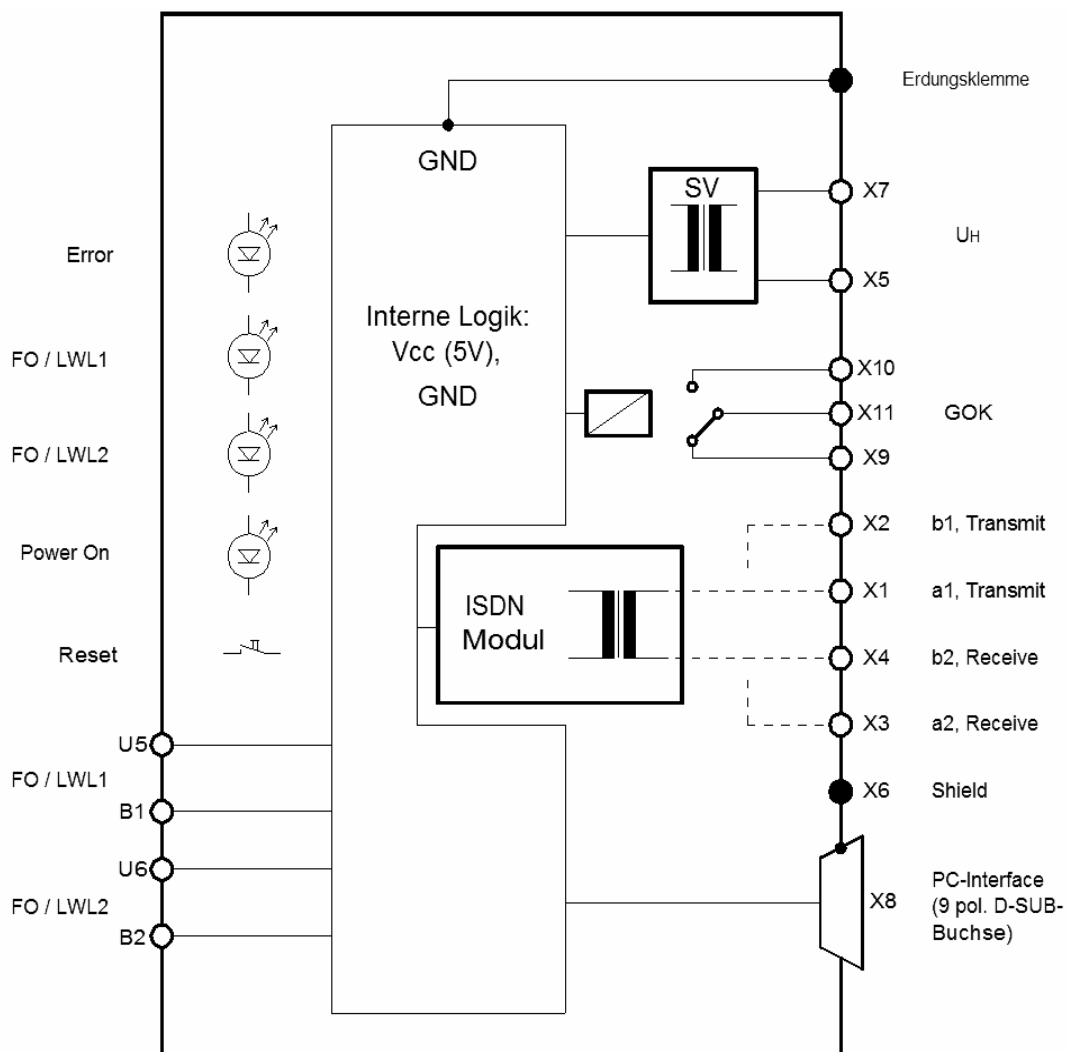

Bild 2 Hardware-Struktur des KU-S0's
- ❑  **$S_0$ -Bus:** Die Signale des  $S_0$ -Bus Schnittstelle sind auf die 5-polige Schraubklemme ( $S_0$ -Bus) aufzulegen (jeweils ein kommendes und ein gehendes Adernpaar). Die links daneben liegende fünfte Schraubklemme (,S') dient zum Auflegen des Kabelschirms. und ist mit dem Gehäuse verbunden. Die  $S_0$ -Bus Signale sind von den anderen Kreisen galvanisch getrennt (Bild 2).
- ❑ **PC-Interface:** Schnittstelle zur Parametrierung des  $KU-S_0$  mit Hilfe des FOS0-Configurator-Programms, oder eines Terminal-Programms (z.B. Hyperterminal, siehe hier auch Abschnitt Parametrierung). Als Kommunikationsleitung zwischen  $KU-S_0$  und PC dient die DIGSI-Kommunikationsleitung, 7XV5100-4, diese ist anzuschließen an die 9-polige DSUB-Buchse (Bild 2).